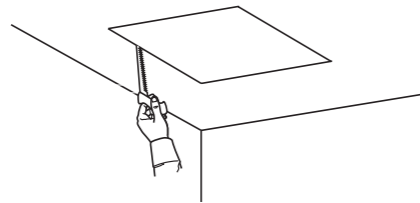

図2: 天井に穴を開けます。
3. ラフインパンをガイドにしなが、天井に穴を開けます。図2を参照してください。